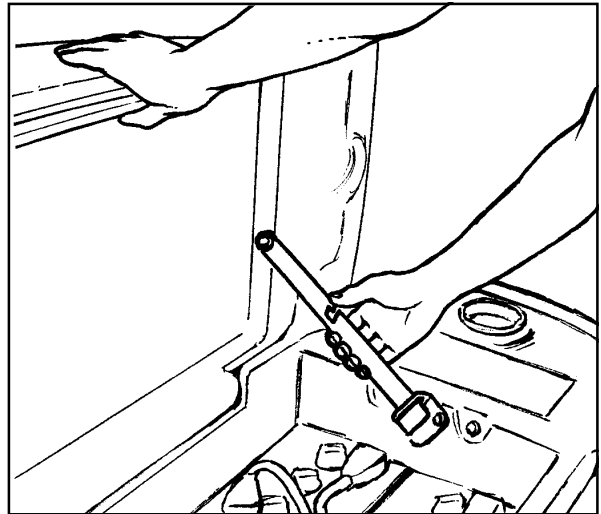

Figure 30
- Um die Batterien zu überprüfen, klappen Sie den Schmutzwassertank vollständig auf bis die Stütze hörbar einrastet. Siehe Abb. 30. Um den Tank zu schließen, ziehen Sie die Stütze nach oben und senken dann den Tank langsam ab.